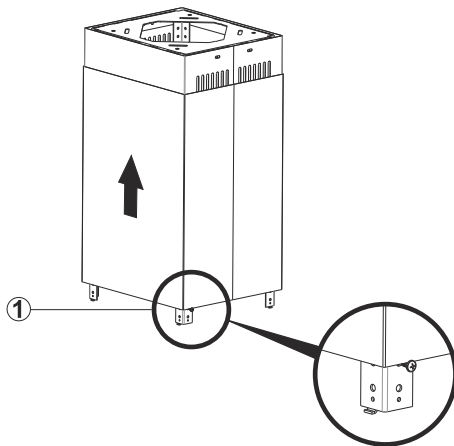

Fig. 13
3. ➔ Abbinare le lamiere dei fogli metallici del prodotto alle barre di sospensione del prodotto (Fig. 13).
Installare una vite 3.5 x 9.5 alla barra di sospensione del prodotto e lasciare le lamiere in metallo sulla vite per consentire alle lamiere di restare fissate sulle barre di sospensione prima dell'installazione (Fig. 13).